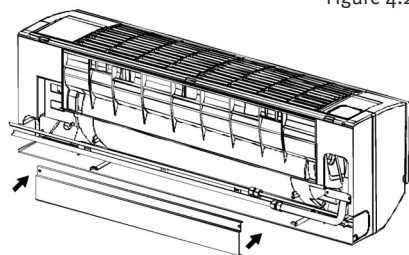

Figure 4.3
- 1 Abaissez deux vis entre le support de la conduite et l'appareil. Puis abaissez le support de la conduite (figure 4.3).